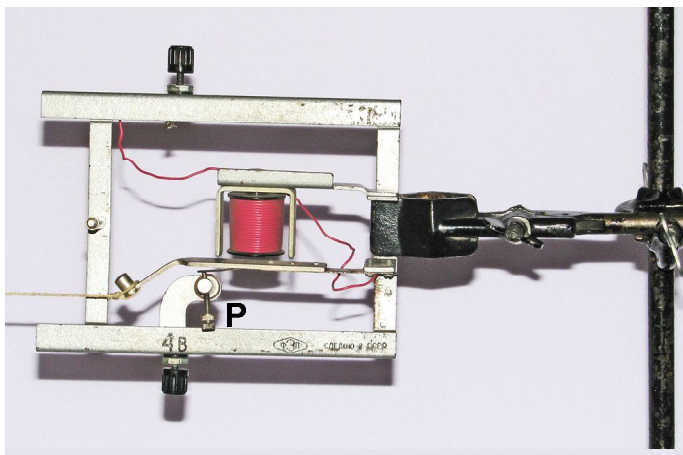

Рис. 12
1. Один кінець шнура прикріпіть до молоточка вібратора від моделі електричного дзвінка (рис. 12), до другого кінця підвісьте вантаж 20 – 100 г і
2. Включіть живлення дзвінка і відрегулюйте коливання вібратора гвинтом Р (рис. 12). Змінюючи масу важків, підберіть натяг шнура таким чином, щоб на шнурі утворилася стояча хвиля (рис. 1). Орієнтовно